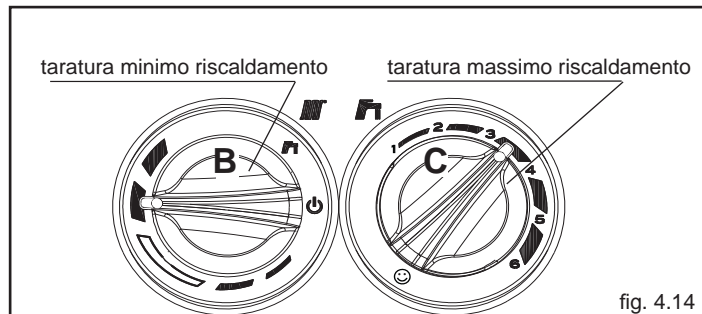

fig. 4.14
- ruotare la manopola di regolazione temperatura acqua riscaldamento **B** (fig. 4.14) fino a raggiungere il valore di minimo riscaldamento come indicato nella tabella multigas
- ruotare la manopola di regolazione temperatura acqua sanitario **C** (fig. 4.14) fino a raggiungere il valore di massimo riscaldamento come indicato nella tabella multigas